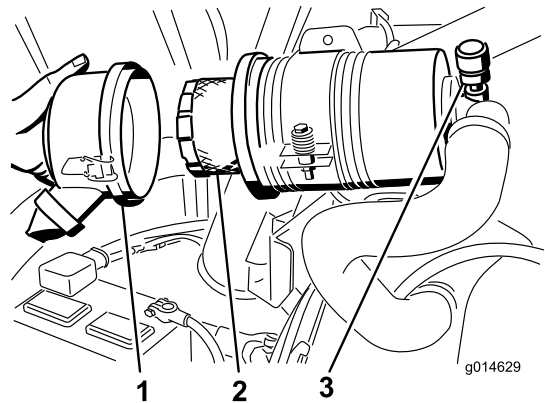

Figura 47
3. Retire e substitua o filtro (Figura 47).